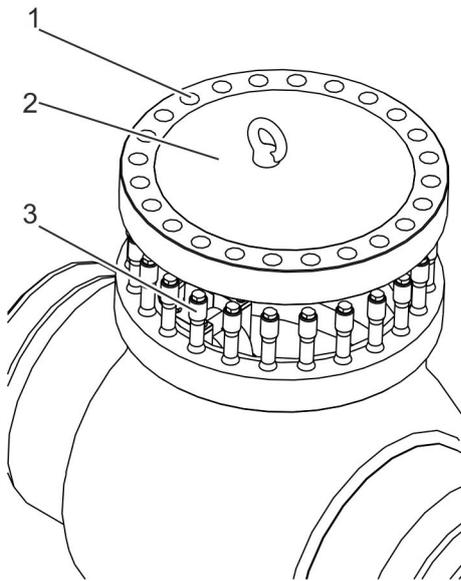

Abb. 22: Gehäusedeckel montieren
9. ➤ Gehäusedeckel (Abb. 22/2) mit Hebezeug über das Gehäuse heben.
10. ➤ Sicherstellen, dass Bohrungen (Abb. 22/1) im Gehäusedeckel und Stiftschrauben (Abb. 22/3) im Gehäuse fluchten.
Gehäusedeckel (Abb. 22/2) langsam mit Hebezeug auf die Stiftschrauben im Gehäuse absenken.